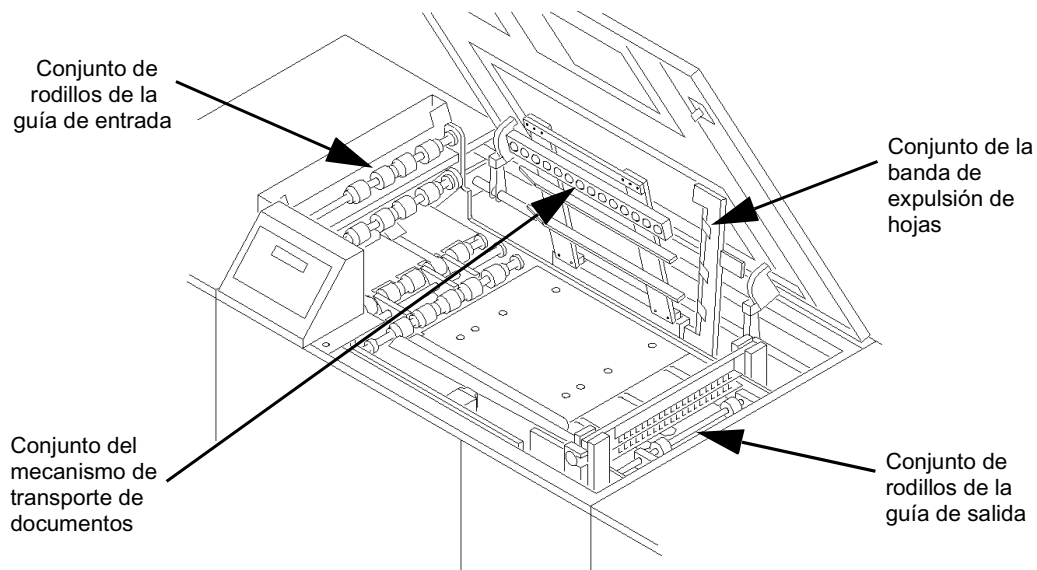

Figura 4-2: Componentes internos del trayecto del papel
- 3 Abra (levante) el conjunto de rodillos de la guía de entrada, tal como se muestra en la figura 4-2. Limpie los rodillos con Alcohol Isopropileno y un paño limpio, libre de pelusas. Revise que no haya acumulación de polvo de papel o tóner bajo el plato de la base.
- 4 Abra (levante) el conjunto del mecanismo de transporte de documentos, tal como se muestra en la figura 4-2. Limpie la correa verde bajo la pista de esfera, ambos reflectores de los sensores y ambos sensores (bajo los agujeros en el plato de la base) con Alcohol Isopropileno y un paño limpio, libre de pelusas. Revise que no haya acumulación de polvo de papel o tóner bajo el plato de la base.